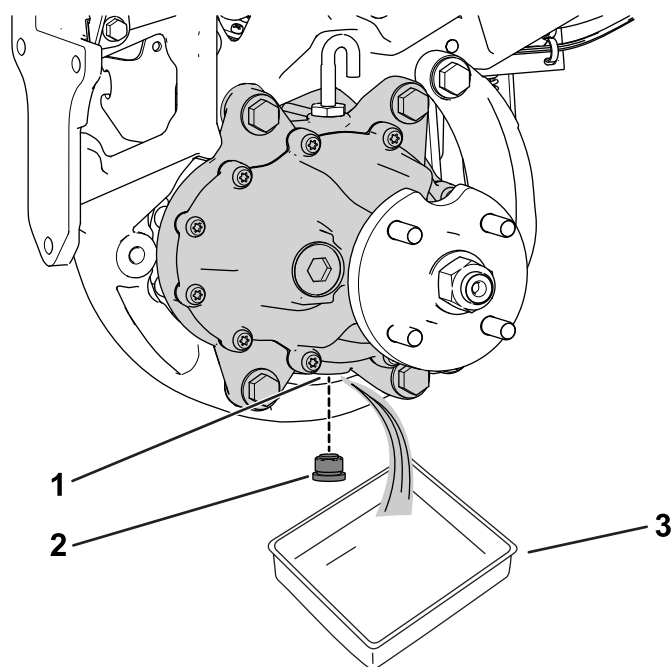

図 58
- ホイールモータアセンブリ下にオイルを受ける容器を置く 図 58。
- ドレンポートからプラグを外す 図 58。
- ドレンポートにドレンプラグを取り付ける 図 58。